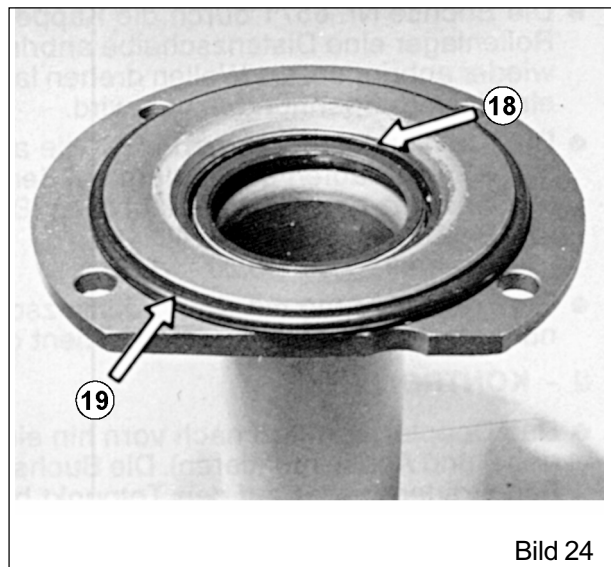

Bild 24
- Nach der Entfernung der Befestigung wird das Eingangsgetriebe erneut ausgebaut und vorsichtig mit der Hülse 8571 bearbeitet (Bild 24 und 25).